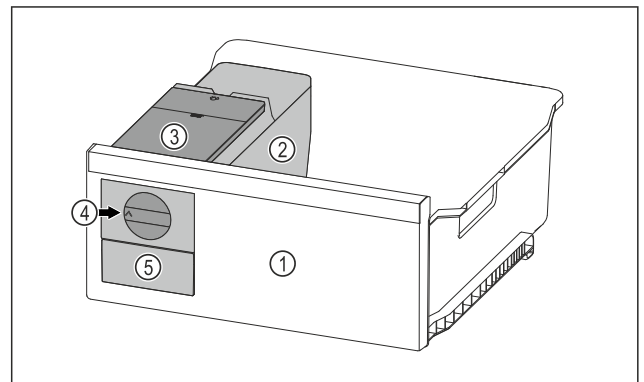

Fig. 68 Représentation à titre d'exemple
- Tourner le bouton rotatif Fig. 68 (4) dans le sens horaire jusqu'à la butée.
- ▷ Les glaçons tombent du bac à glaçons dans le tiroir à glaçons Fig. 68 (5).